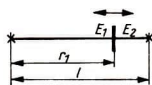

Bild 64
- 11.15 Für Meßzwecke soll die Lichtstärke einer Niedervoltglühlampe durch Vergleich mit einer geeichten Glühlampe (Lichtstärke 250 cd) ermittelt werden. Dazu werden beide Lampen auf einer optischen Bank angeordnet (Bild 64). Zwischen den beiden Lampen befindet sich ein verschiebbarer weißer Schirm, der durch geeignete Spiegelanordnungen gleichzeitig von beiden Seiten betrachtet werden kann. Der Schirm wird so lange verschoben, bis die Beleuchtungsstärke auf beiden Seiten gleich ist. Dabei ergeben sich folgende Werte: Abstand der beiden Lampen 1,50 m, Abstand des Schirmes von der geeichten Lampe bei Gleichheit der Beleuchtungsstärken 118 cm. Berechnen Sie die Lichtstärke der zu eichenden Lampe.